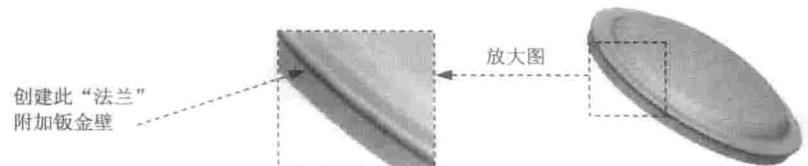

图 1.14 凸缘特征 1
Step5. 创建图 1.14 所示的附加钣金壁凸缘特征 1。